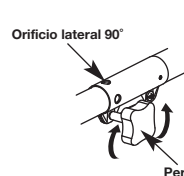

Fig. 14
1. Gire la perilla en sentido antihorario para aflojarla (Fig. 14).
3. Gire la perilla en sentido horario para ajustarla (Fig. 14).
Para recortar bordes mientras usa el accesorio de corte de cabeza de línea con modelos EZ-LINK®, trabe el botón de desconexión en el orificio lateral de 90° (Fig. 14).